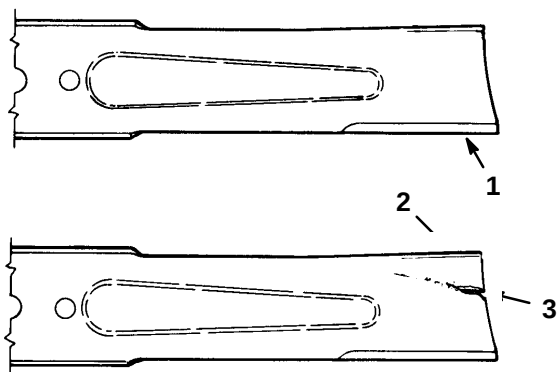

Abbildung 34
2. Die Schneidkanten untersuchen (Abb. 34). Wenn die Kanten nicht scharf sind oder Kerben haben, das Schnittmesser entfernen und schärfen. Siehe “Schärfen des Schnittmessers”, Seite 39.
3. Das Schnittmesser untersuchen, insbesondere den gebogenen Bereich (Abb. 34). Falls Beschädigungen, Verschleiß oder Kerbenbildung in diesem Bereich festgestellt werden (Abb. 34), muß sofort ein neues Schnittmesser angebracht werden.